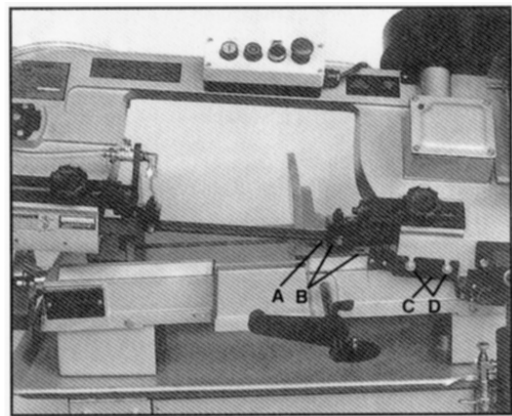

Fig.10
3. **Verwijder de rode lintzaagbescherming (A, Fig.10) door twee schroeven los te draaien (B).**